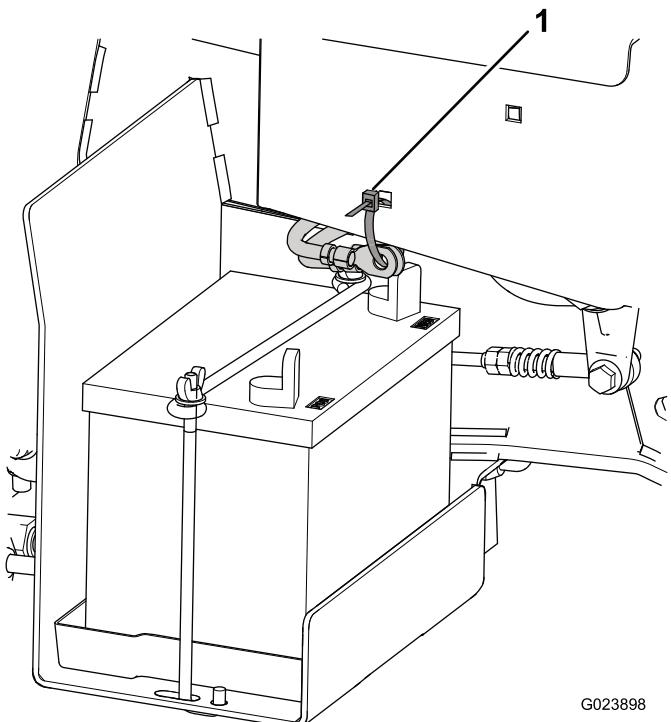

Bild 4
- Durchtrennen Sie den Kabelbinder, mit dem der Akkukabel am Rahmen befestigt sind und entsorgen Sie den Kabelbinder (Bild 4).